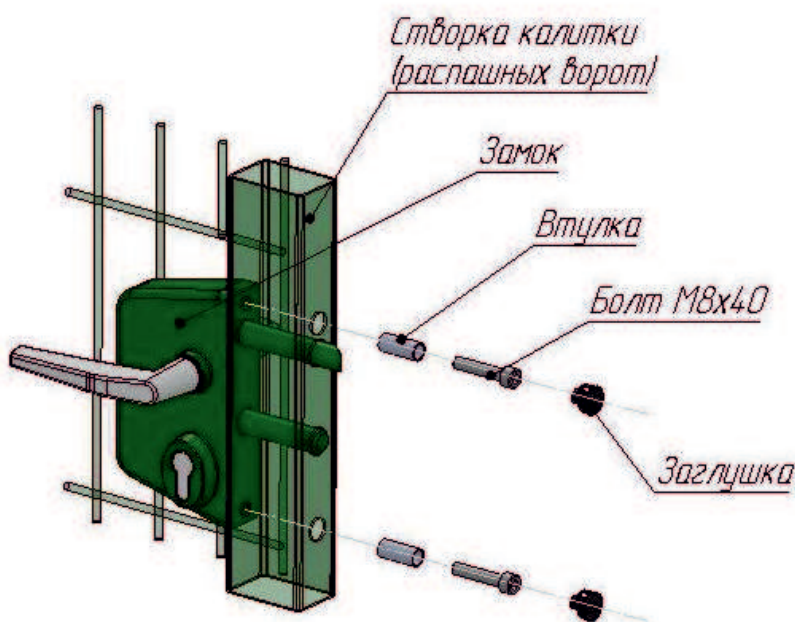

рис.3
2.4.1. Установить и закрепить замок болтами М8х40 (рис. 3).